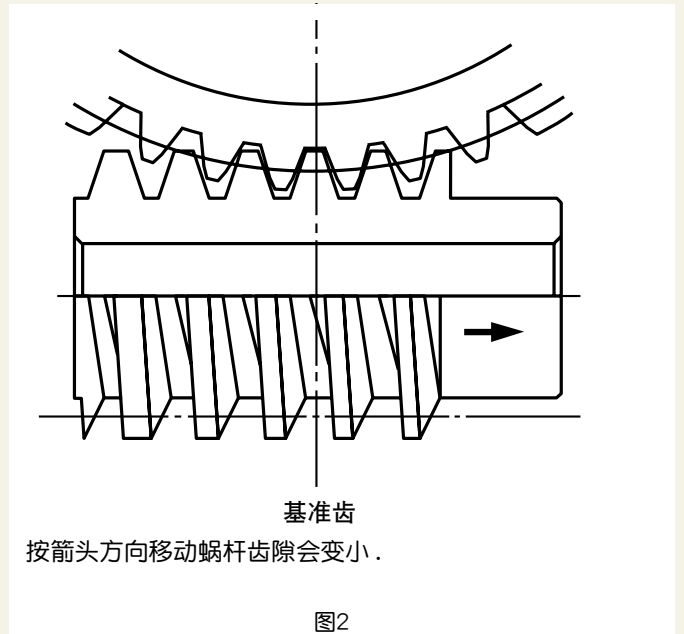

图2
- ② 请以大于齿轮驱动的肉厚来设计最大孔径加工值.
- ③ 因为蜗轮为铸造材料, 所以材料的内部有可能产生气泡. 如果在追加加工时发现气泡并对使用产生影响时, 请与代理店联系.
- ④ SWG、KWG 研磨蜗杆的小模数产品的一部分制品中, 因为经过淬火处理, 从齿根部开始 1~2mm 的深度范围内, 硬度变高. 对内孔、轴及键槽进行加工时请多加注意.
- ⑤ 对 SW 蜗杆的齿面进行淬火加工会使齿轮的精度(导程误差、压力角误差)下降, 请注意齿隙量及轮齿接触.
- ⑥ PG 塑料蜗轮因为容易受温度及湿度的影响, 所以加工中和加工后的尺寸会发生变化, 请多加注意.
- ① KHK 标准蜗杆蜗轮设计有固定的齿隙. 组装时, 只要对准组装距离, 就会得到适当的齿隙. 请避开为了降低齿隙而将蜗杆推向蜗轮或沿齿线方向将蜗杆偏移. 齿隙的数值请参照各个产品的规格表.
- ② 因为蜗杆蜗轮的齿线为螺旋线, 所以会产生轴向力(推力). 随旋转方向及螺旋方向推力产生变化, 请参考图 2, 选择可以承受此推力的轴承.
象这样的蜗杆和蜗轮在一定的距离下组装后,蜗杆沿轴方向移动,啮合部分蜗杆的齿厚不断地变化,使齿隙的调整成为可能.KHK双导程蜗杆的轴轴外周上的箭头标记,即是指示组装方向,亦是齿隙调节的导向.箭头指向为右的情况下,齿宽的右侧的齿牙薄,左侧的齿牙厚.所以,当调节蜗杆向右移动时,实际上啮合的齿牙将向左移动,致使齿隙变小.(图2)